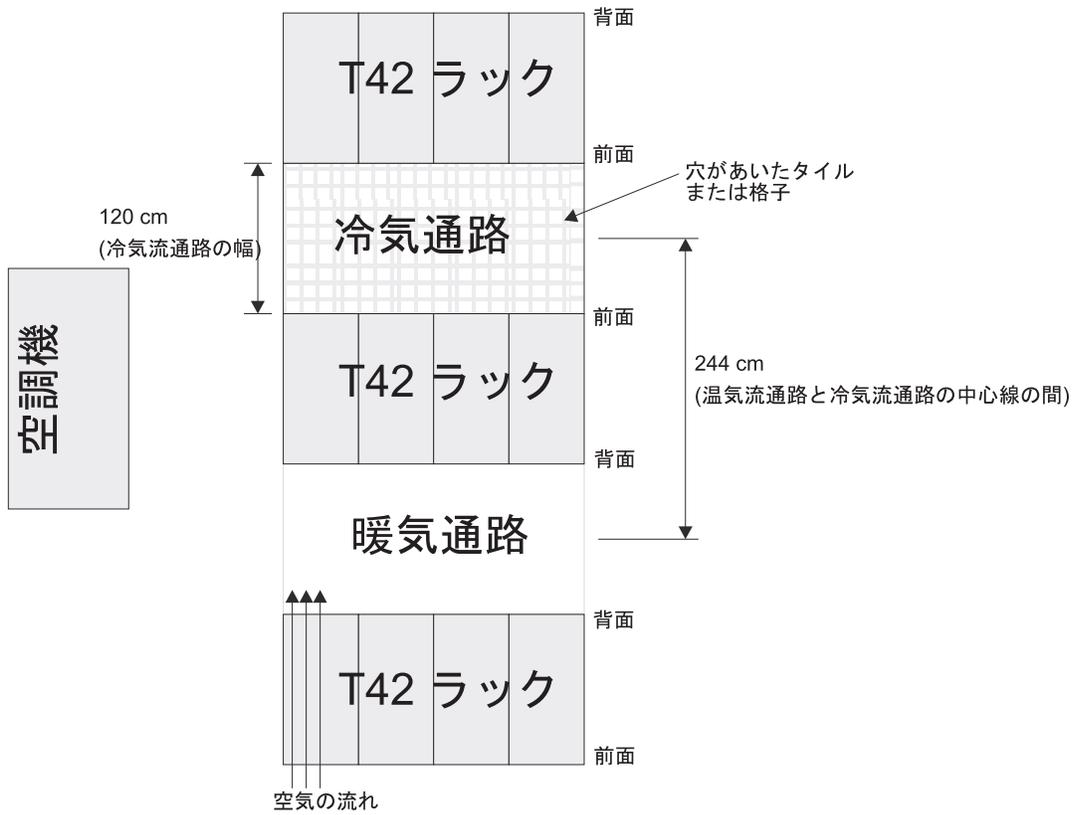

図 1-15. 冷氣通路/暖気通路ラック構成の例
- 空気はラックの前面から入り、背面から出るようにすること。ラックから出る空気が、別の装置の取り入れ口に入らないようにするために、ラックを、背面と背面、あるいは前面と前面を合わせるようにして交互の列に配置する必要があります。この配置方法は「冷気通路/暖気通路」と呼ばれ、1-23 ページの図 1-15 にその図を示しました。
- ラックが対面または背中合わせの列で並んでいるところでは、冷気通路の幅を 122 cm (48 in.) 以上取って、列を離す必要があります (1-23 ページの図 1-15 を参照)。